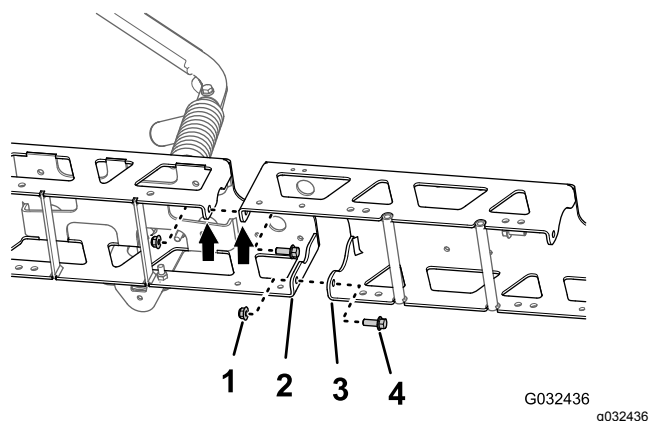

Bild 117
1. Fluchten Sie die Löcher in den vertikalen Flanschen des mittleren Mittelabschnitt des Trägerrahmens mit den Löchern im äußeren Mittelabschnitt des Trägerrahmens aus (Bild 117).
2. Befestigen Sie die mittlere Auslegersektion mit den zwei Bundkopfschrauben ($\frac{3}{8}$ " x 1") und den zwei Sicherungsbundmuttern ($\frac{3}{8}$ ") lose am Trägerrahmen (Bild 117).
3. Fluchten Sie die Löcher in den vertikalen Flanschen des mittleren Mittelabschnitt des Trägerrahmens mit den Löchern im anderen äußeren Mittelabschnitt des Trägerrahmens aus (Bild 117).
4. Befestigen Sie die mittlere Auslegersektion mit den zwei Bundkopfschrauben ($\frac{3}{8}$ " x 1") und zwei Sicherungsbundmuttern ($\frac{3}{8}$ ") lose am anderen Trägerrahmen (Bild 117).